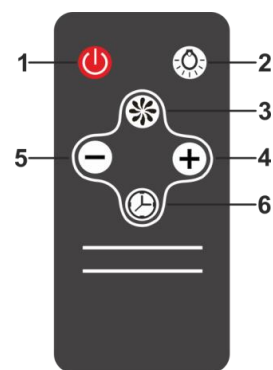

Рис.6
- 7.4 Управління витяжкою з допомогою дистанційного пульта (рис. 6).**